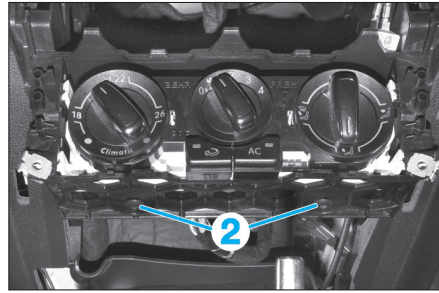

FIG. 19
• Déposer les deux vis (2) (Fig.19).